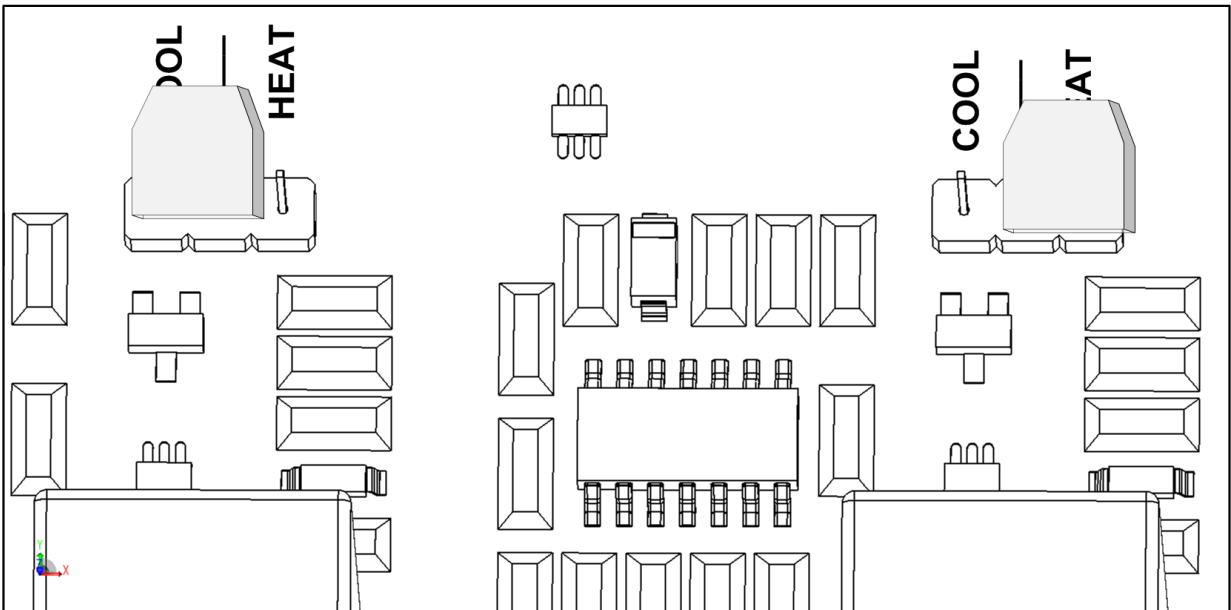

图 6: 加热和冷却的跳线
- 对每个继电器而言，要将跳线放置在要求的针脚处. 图 6 有两个示例.